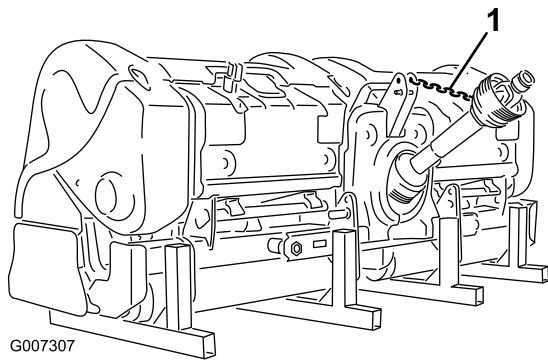

Bild 45
12. Befestigen Sie den Zapfwellengurt am Zapfwellenschutzblech, damit die Zapfwelle keinen Bodenkontakt hat (Bild 45).